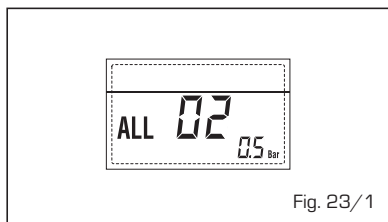

Fig. 23/1
- ANOMALÍA ALTA PRESIÓN AGUA "ALL 03" (fig. 23/2)